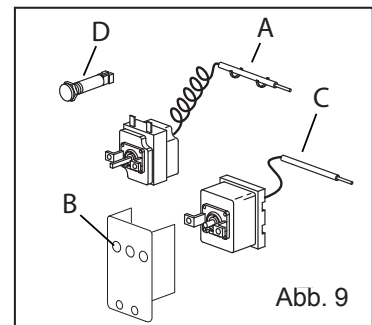

Abb. 9
- Thermostat-Kugel von der Halterung abschrauben (Abb. 9/A)
- Sicherheitsthermostat aus der Halterung ziehen (Abb. 9/B)
- Thermostat-Kugel von der Halterung abschrauben (Abb. 9/C)
- NEUE LAMPE EINSETZEN (ABB. 9/D)